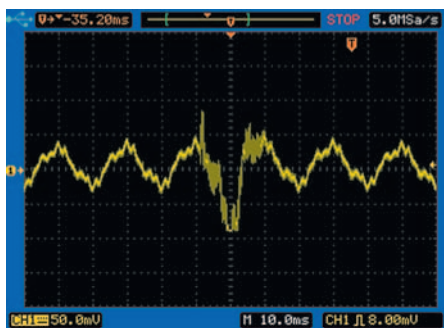

Рис. 9. Исходная для запоминания форма сигнала на экране осциллографа АКТАКОМ АСК-6209
1. Проведя измерения, получим на экране осциллографа со встроенным генератором АКТАКОМ АСК-6209 сигнал, показанный на рис. 9.